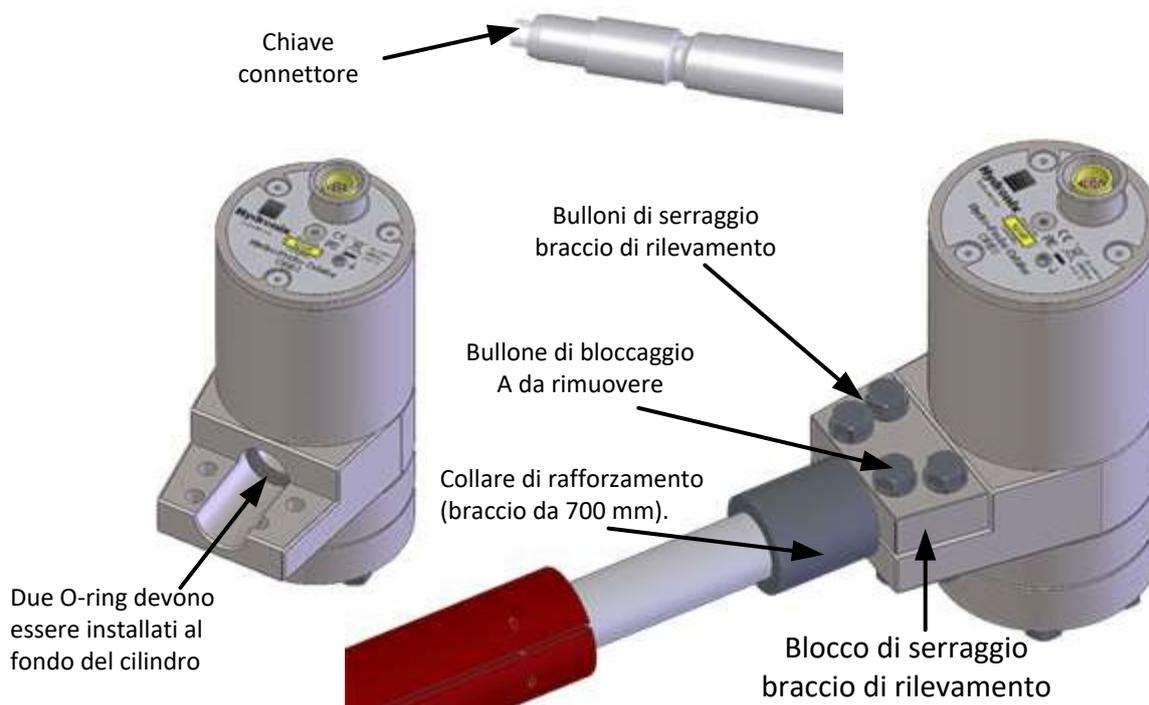

Figura 2. Installazione del braccio di rilevamento nell'unità della testina del sensore
- Allentare i 4 bulloni di fissaggio del braccio di rilevamento sull'unità della testina e rimuovere il bullone di bloccaggio (A).
- Inserire i due o-ring. Devono essere collocati all'interno del blocco di serraggio del braccio di rilevamento contro il gradino (Figura 2).